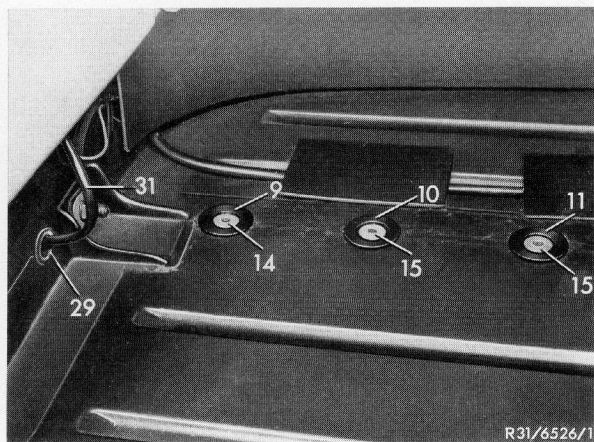

Bild 4
- 13** Die beiden Löcher für die Gummitüllen (29) am hinteren Karosserie-Querträger anzeichnen, mit 18 mm Durchmesser bohren und Gummitülle (29) einsetzen (Bild 4 bis 6).
- 14** Löcher für Kabelbänder (34) am hinteren Karosserie-Querträger anzeichnen, mit 7 mm Durchmesser bohren und Kabelbänder (34) montieren.